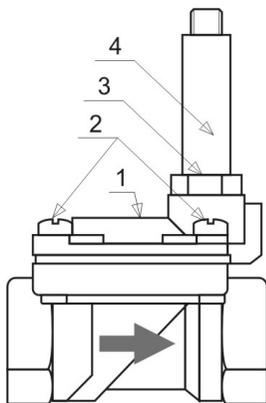

рис. 7
Открутите направляющую трубку (4) гаечным ключом рисунок 7, прилагая усилия только на шестигранник (3) у основания направляющей трубки, предварительно сняв катушку электромагнитного клапана. Сердечник должен свободно перемещаться внутри направляющей трубки (4), в случае загрязнения необходимо промыть загрязненные детали, а в случае износа необходимо заменить соответствующие части. Уплотнительное кольцо должно быть заменено в случае повреждения.